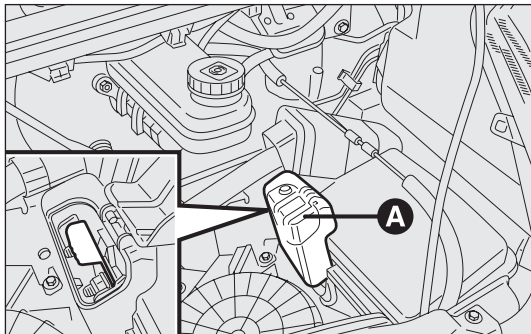

рис. 157
- ☐ приподнимите крышку А, чтобы открылся доступ к положительному выводу аккумулятора – рис. 157;